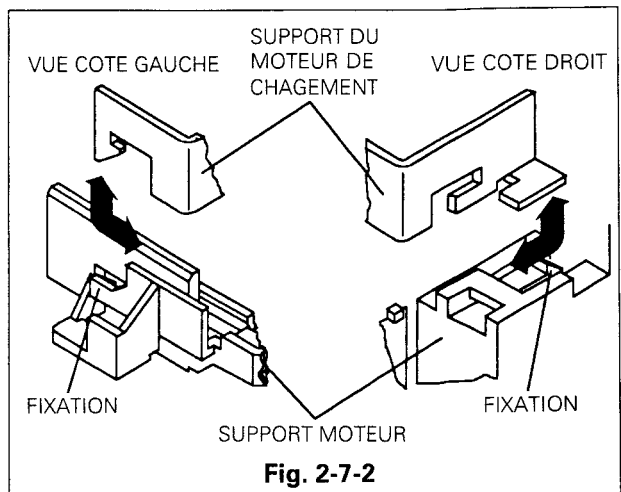

Fig. 2-7-2
- Débloquer les crochets de maintien du moteur et de son support. (Fig.2.7.2)